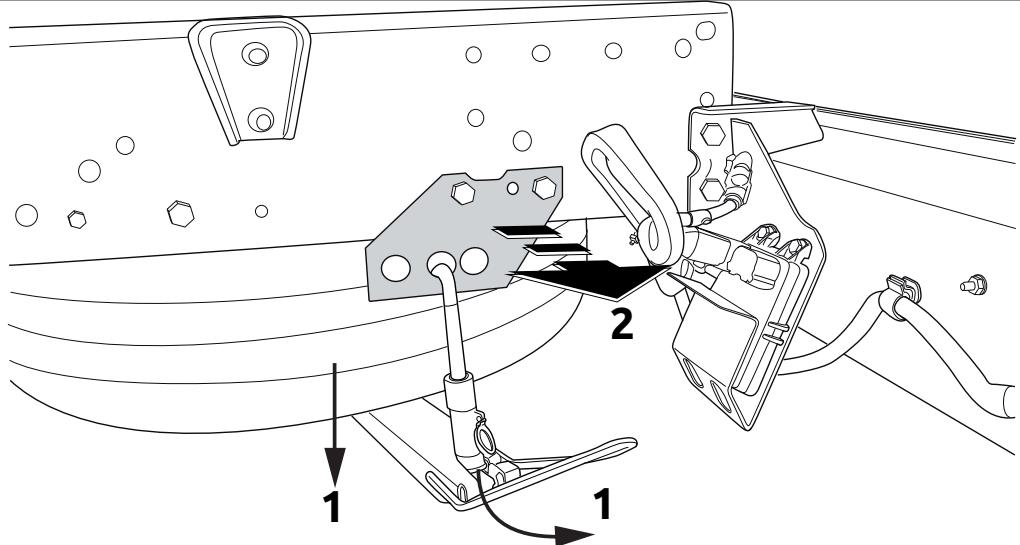

Fig. 1
1. **Внимание, если имеются:** Опустить запасное колесо. Снять указанные детали. См. рисунок 1.